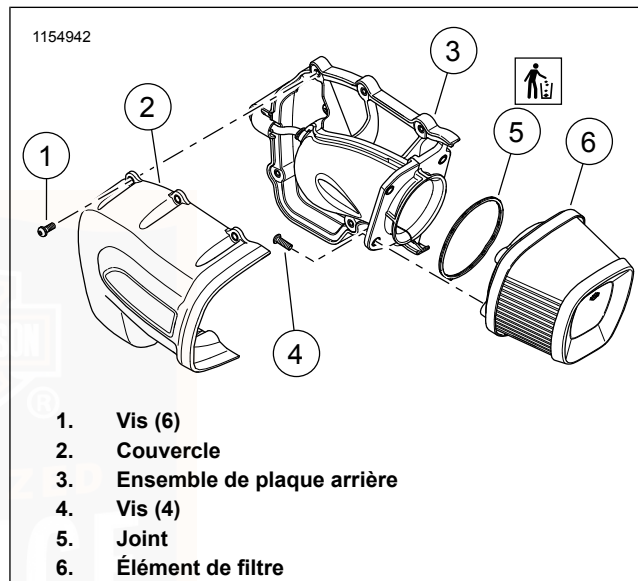

Figure 69. Filtre à air : Carré
1. Voir Figure 69. Déposer le couvercle de filtre à air.
- a. Déposer les vis (1).
- b. Déposer le couvercle (2).
- a. Déposer les vis (4).
- b. Déposer l'élément de filtre (6) et le joint (5). Jeter le joint.
1. Voir Figure 69. Poser l'élément de filtre.
- a. Placer le **nouveau** joint (5) sur l'élément de filtre (6).
- c. Poser les vis (4). Serrer. 5,4–8,1 N·m (48–72 in-lbs)
- a. Poser le couvercle (2).
- b. Poser les vis (1). Serrer. 5,4–8,1 N·m (48–72 in-lbs)